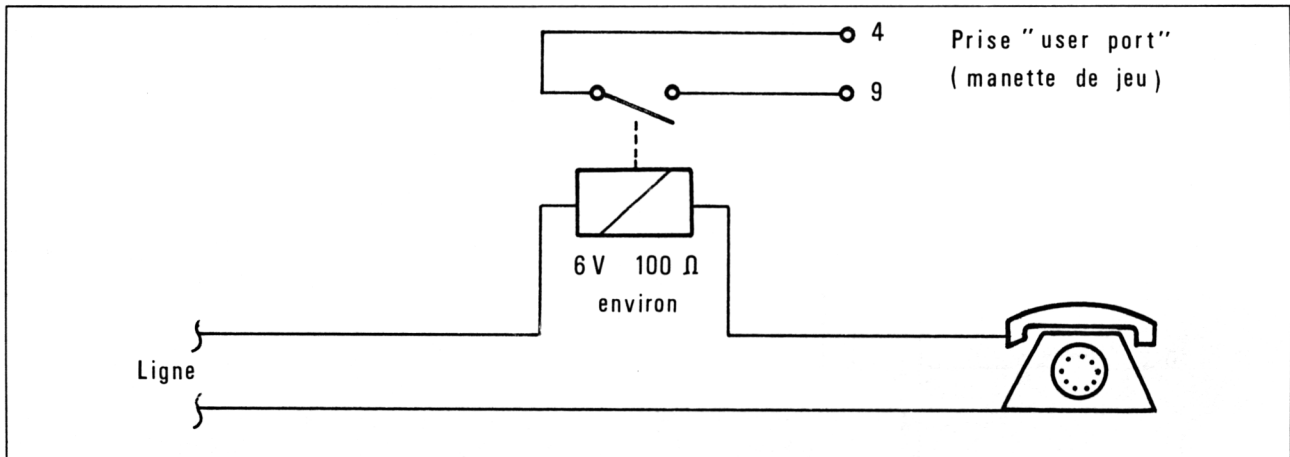
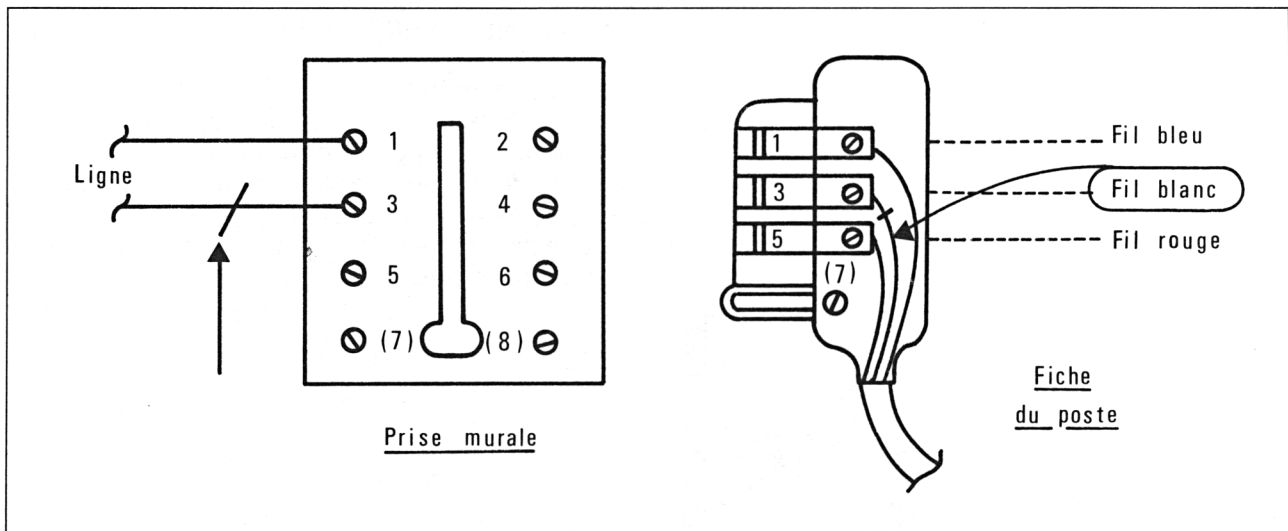

Fig. 2 : Le montage de base à relais.
Fig. 6
La figure 2 donne le principe de l'adaptation nécessaire : un organe électronique capable de détecter le passage du courant est placé *en série* dans l'un des deux fils de la ligne et transmet ses observations aux broches 4 et 9 de la prise « USER PORT » de l'AMSTRAD : la variable INKEY (51) reproduit fidèlement et en permanence l'état du contact (0 si le contact est fermé, -1 s'il est ouvert).
Cela étant posé, nous indiquons à la figure 6 les points auxquels peuvent se raccorder les montages des figures 2 et 3, dans les prises équipant les installations courantes : il faut couper (ou débrancher) le fil de ligne correspondant à la borne n° 3 de la prise murale ou de la fiche du poste.